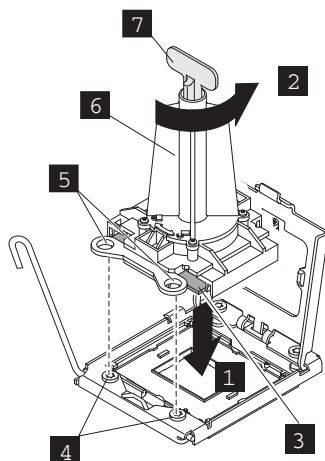
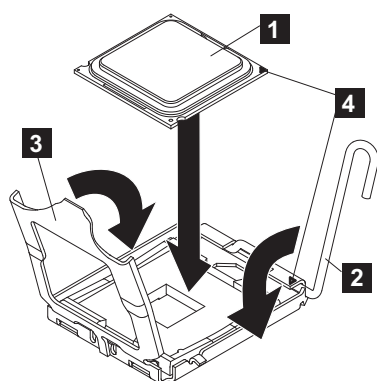

Figura 304. Inserindo o microprocessador no soquete
Figura 305. Fechando o Quadro de Suporte do Microprocessador do SAN Volume Controller 2145-DH8
- h. Alinhe a marca de alinhamento triangular (**4** na Figura 304 na página 381) na ferramenta de instalação do microprocessador com a marca de alinhamento triangular no microprocessador. Em seguida, coloque o microprocessador na parte de baixo da ferramenta para que a ferramenta possa segurar o microprocessador corretamente na parte inferior da ferramenta de instalação. Para alinhar o microprocessador com o soquete, use o fusível de alinhamento triangular no soquete de microprocessador e a marca de alinhamento triangular (**4** na Figura 305 na página 381) no microprocessador. Além disso, use a posição dos entalhes para alinhar o microprocessador.